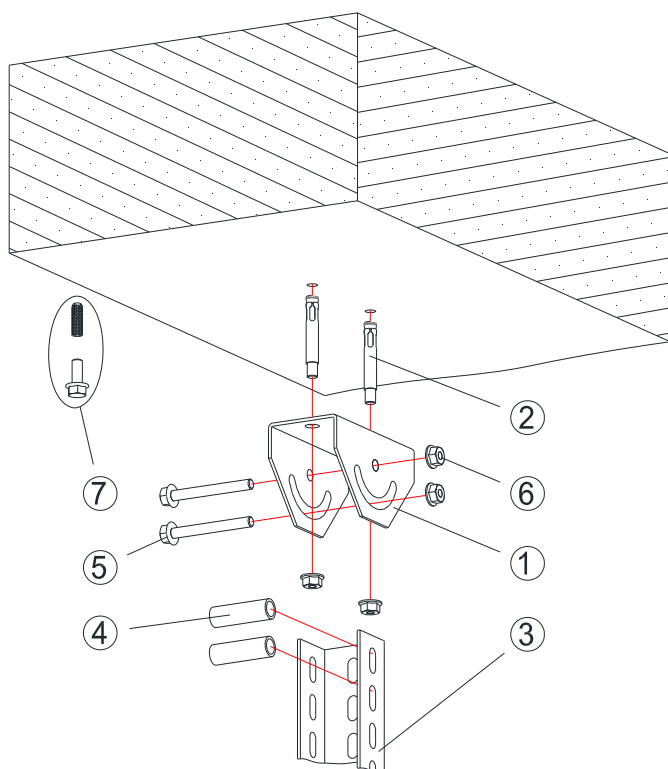

Рисунок 53
8.5.2 Скобу потолочную позиция 1 (рисунок 53) закрепить на потолке болтами анкерными позиция 2 или при помощи комплектов позиция 7, каждый из которых состоит из анкера стального (латунного), болта и шайбы плоской. Типоразмер анкерного крепежа подбирается исходя из предполагаемой нагрузки.